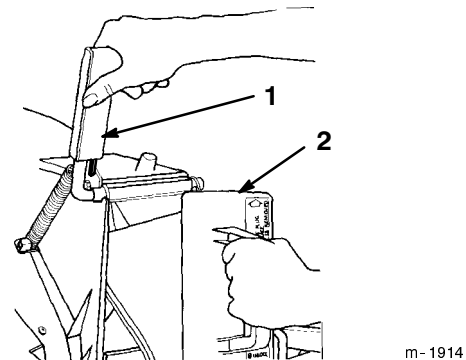

Figure 3
1. Ouvrir le volet d'éjection en tirant la poignée vers soi pour rabattre le volet vers l'intérieur (Fig. 3). Tenir la poignée pour éviter que le ressort ne ferme le volet lors de l'insertion de l'obturateur.
2. L'obturateur étant légèrement plus large que l'ouverture de l'éjecteur, le tourner légèrement dans le sens des aiguilles d'une montre lors de l'insertion (Fig. 3). La flèche sur l'obturateur doit pointer vers le haut.
1. S'assurer que le moteur est arrêté. Ouvrir le volet d'éjection en tirant la poignée vers soi pour le rabattre vers l'intérieur (Fig. 3). Maintenir la poignée en position d'ouverture pour empêcher que le ressort ne referme le volet pendant l'insertion de l'obturateur.